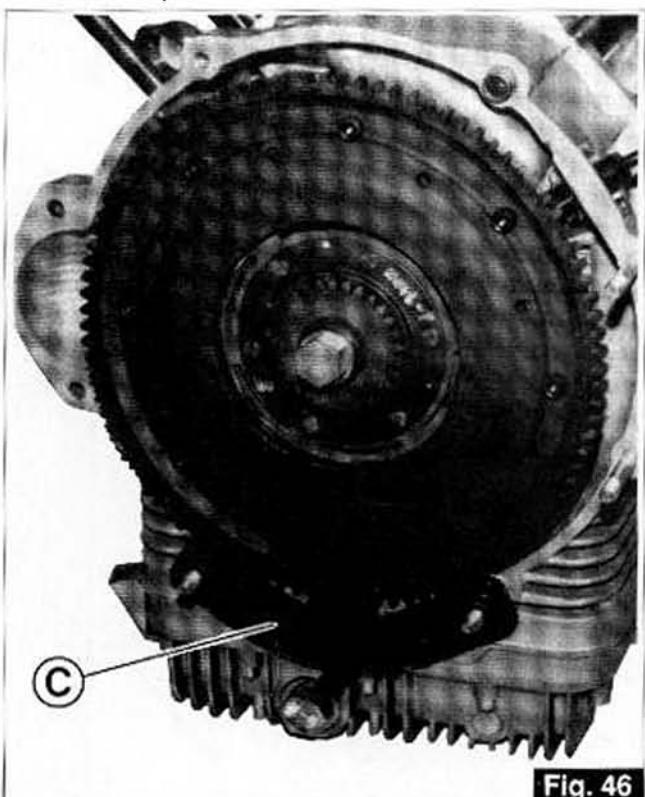

Fig. 46
- Appliquez l'outil de blocage «C» au volant moteur (code 12 91 18 01) et dévissez l'écrou central «D» de fixation de l'engrenage de commande distribution «E» sur le vilebrequin (Fig. 46 et 47).
- Das Blockierwerkzeug «C» (Kennr. 12 91 18 01) auf dem Schwungrad des Motors montieren und die mittlere Befestigungsmutter «D» des Verteilerzahnrades «E» an der Motorwelle lösen (Abb. 46 und 47).